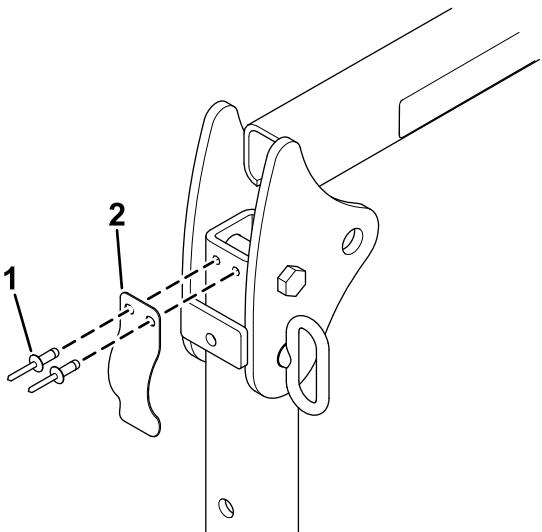

Bild 22
1. Entfernen Sie bei abgesenktem Überrollbügel die geräuschaufdämpfende Blattfeder (Bild 22) von jeder Seite des Überrollbügels.